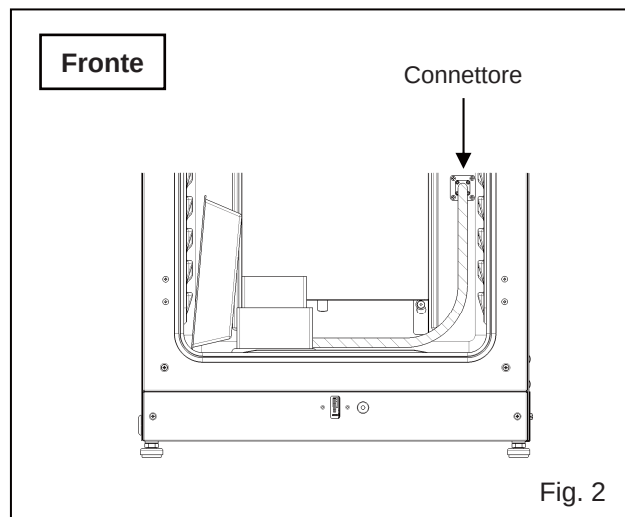

Fig. 2
7. Togliere il cappuccio del connettore sul fondo a destra del lato della camera più lontano. Collegare il generatore di H_2O_2 e il connettore con il cavo fornito (Fig. 2).